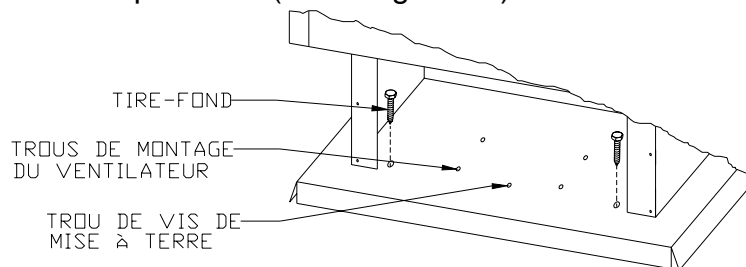

figure 16
6. Cet appareil doit être mis à la terre au niveau du châssis d'acier de la maison au moyen d'un fil de cuivre de 8 ga. et d'une rondelle dentée ou striée afin de pénétrer la peinture ou la couche de protection et de garantir la mise à terre. Fixer le fil au trou de .182" de diamètre au milieu de la partie arrière de la base du piédestal (voir la figure 16).
7. Fixer l'appareil au plancher à l'aide de deux boulons à tête bombée, collet carré. Placer l'appareil à l'endroit voulu et insérer les deux boulons dans les deux trous de 3/8" déjà percés dans la partie arrière de la base du piédestal tel qu'illustré à la figure 16.